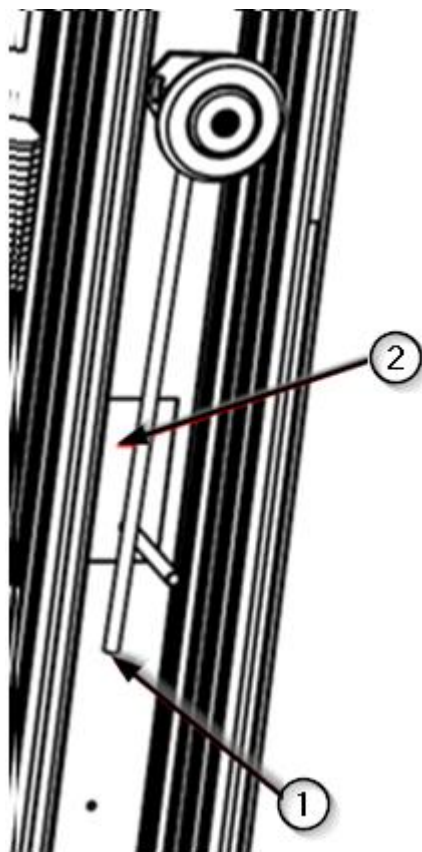

Fig. 5 Raccord d'entrée pour les gaz médicaux et le vide
Les circuits électriques, vocaux et de données entrent dans l'équipement par une fenêtre ① dont les dimensions et l'emplacement sont détaillés dans le plan d'installation de l'équipement. Les circuits électriques se terminent dans un bornier commun ②, sauf pour la voix, les données, dont la connexion est directe au mécanisme correspondant ③. Voir figure 5.